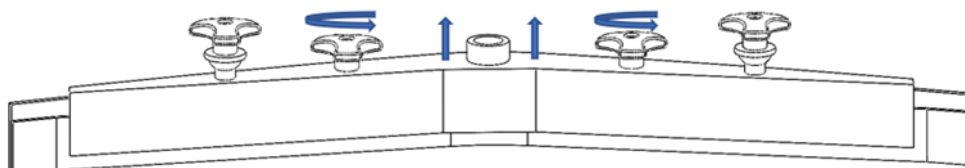

Fig. 4
3. Pour retirer la lame de la raclette avant, desserrez complètement les boutons intérieurs de l'ensemble (Fig 4).